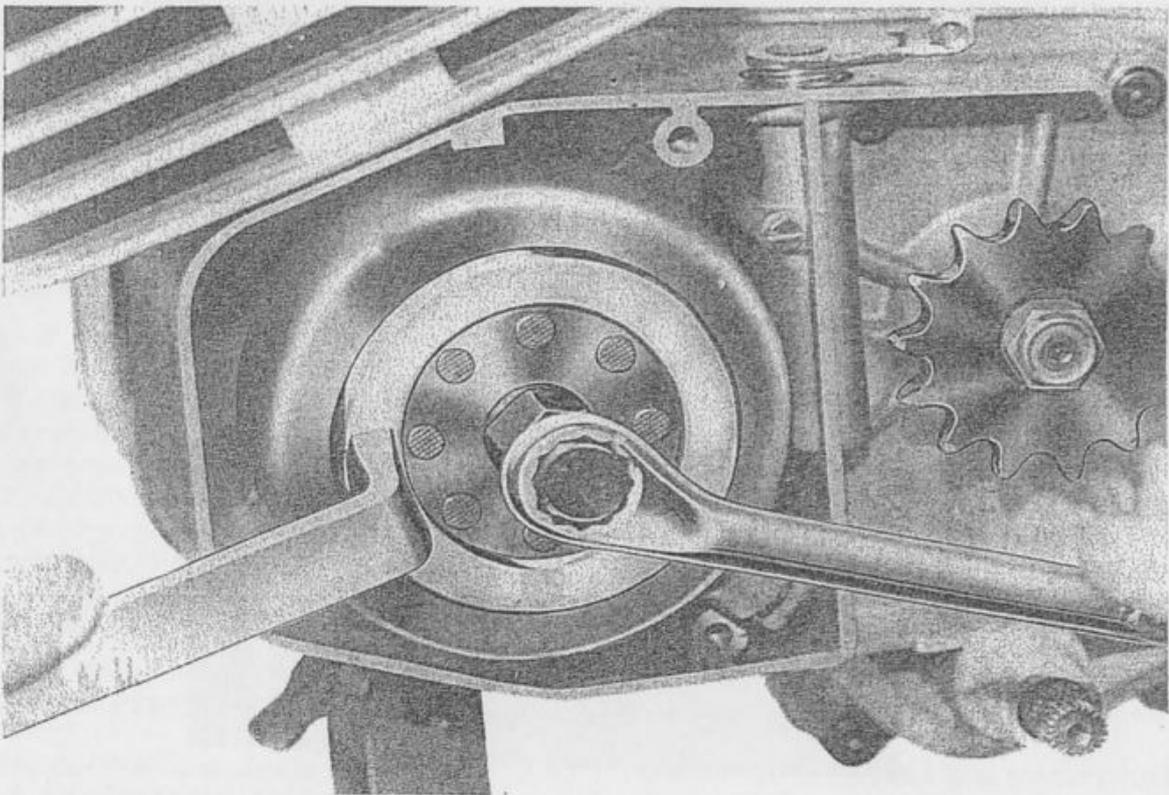

Fig. 7 - Estrazione «induttore volano»
- Usando l'«Estrattore per volano», matricola 0005.080.00 avvitarlo nella sede filettata del volano, agire sulla vite centrale dell'estrattore stesso, con una chiave di 17 mm., per rimuovere il volano magnete. In questa operazione, l'induttore del volano magnete sarà mantenuto fermo con l'uso della stessa «chiave di fermo volano», usata per svitare il dado bloccaggio volano (fig. 7).